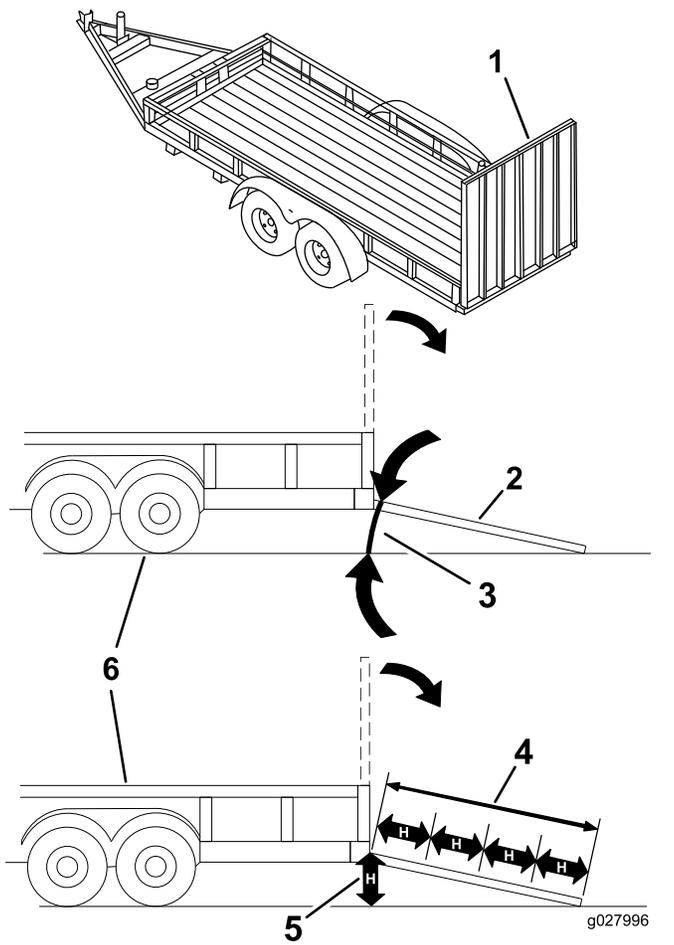

Figure 26
Le chargement de la machine sur une remorque ou un camion augmente le risque de basculement et donc de blessures graves ou mortelles (Figure 26).
1. Abaissez la rampe pour que l'angle avec le sol ne dépasse pas 15 degrés (Figure 26).